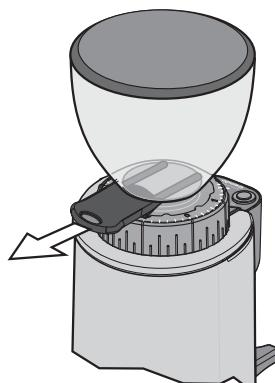

Fig. 8
**Controlar que el obturador de la tolva esté completamente abierto hasta el final de la carrera (último clic) (véase Fig. 8).**